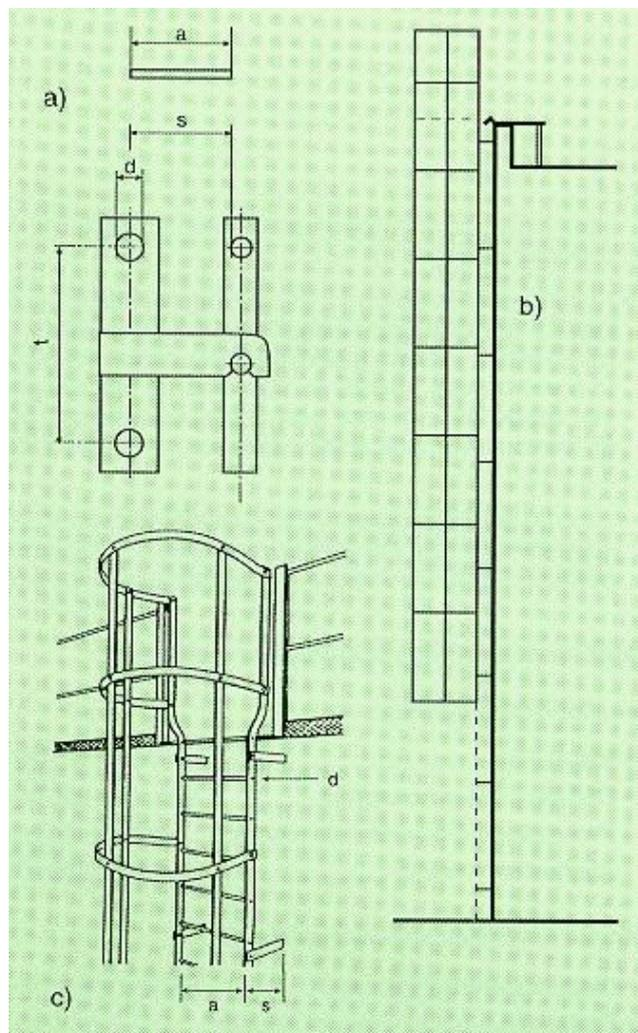

Fig. 2: Escala vertical separada
- Escala vertical separada: Escala que consta de escalones o abrazaderas encajados en largueros laterales de metal, madera u otro material unidos totalmente o por tramos, mediante sistemas de fijación que van desde los largueros laterales a la estructura, por ej. torres de comunicación o tanques verticales. (Fig. 2 b y c)
Escalas verticales separadas (Fig. 2 a)